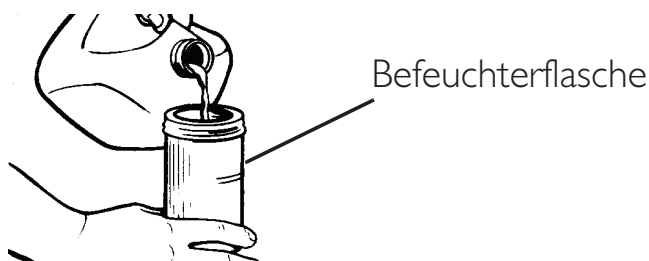
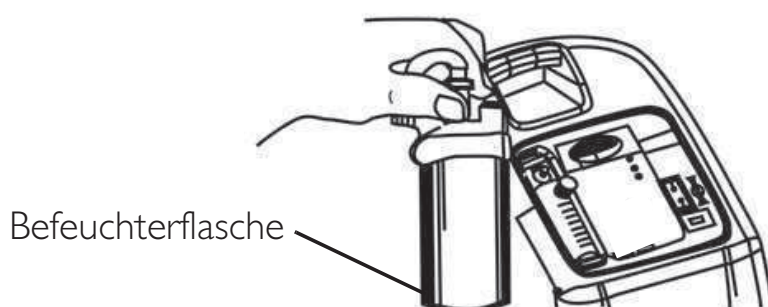
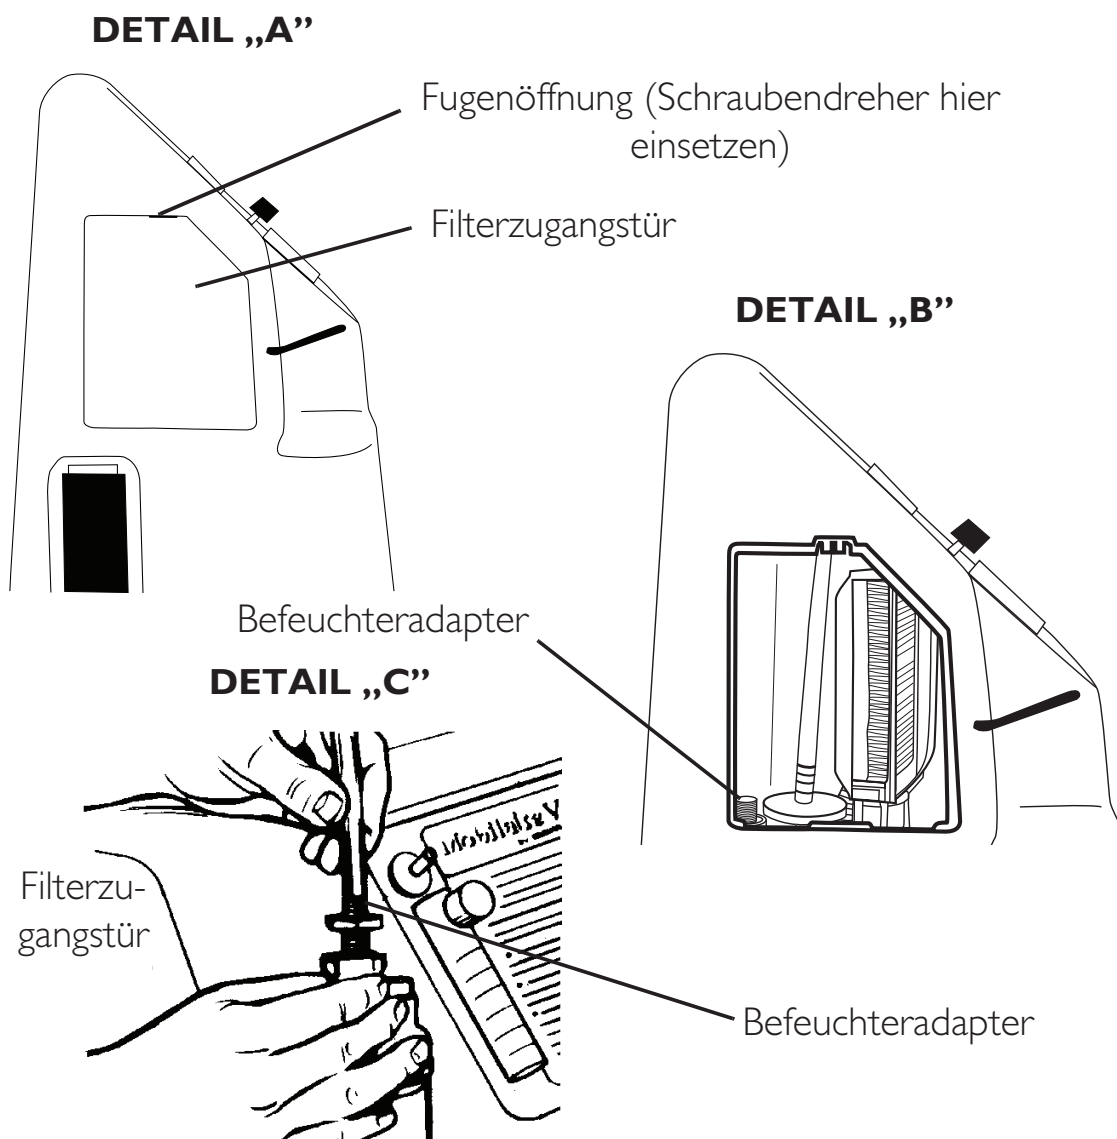
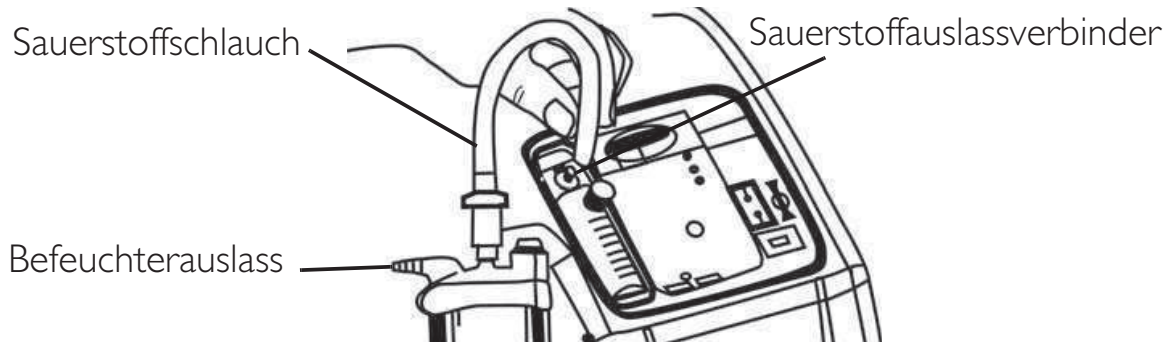

ABBILDUNG 5.1 Auffüllen des Befeuchters
ABBILDUNG 5.2 Befeuchterfach
ABBILDUNG 5.3 Anbringen des Befeuchteradapters
ABBILDUNG 5.4 Anbringen des Sauerstoffschlauchs
HINWEIS: Nähere Angaben zu diesem Verfahren finden Sie in ABBILDUNG 5.1 auf Seite 123, ABBILDUNG 5.2 auf Seite 123, ABBILDUNG 5.3 auf Seite 124 und ABBILDUNG 5.4 auf Seite 125.
3. Die Filterzugangstür, die sich an der Seite des Konzentrators befindet, entfernen. Einen Schraubendreher in die Plattenrinne am oberen Rand der Filterzugangstür stecken und die Filterzugangstür behutsam aufstemmen (siehe Detail „A“ in ABBILDUNG 5.3).
4. Der Befeuchteradapter befindet sich neben dem Einlassfilter. Adapter nach oben ziehen und entfernen (siehe Detail „B“ in ABBILDUNG 5.3).
5. Am Befeuchter anbringen, indem die Flügelmutter an der Befeuchterflasche gegen den Uhrzeigersinn gedreht wird, bis der Adapter fest sitzt (siehe Detail „C“ in ABBILDUNG 5.3).